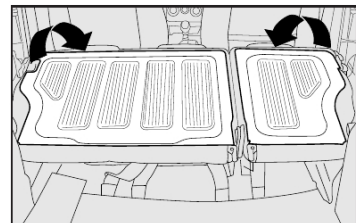

fig. 98
5) Rebater para a frente o encosto, passando os cintos pelos lados, até que este se apoie sobre o assento traseiro **fig. 98**.
6) Em seguida, rebater o banco traseiro inteiro para a frente **fig. 98** de maneira a obter uma única superfície de carga.
Para isso, destravar a alavanca da direita ou da esquerda **A-fig. 98** e rebater para a frente o encosto até obter uma única superfície de carga.